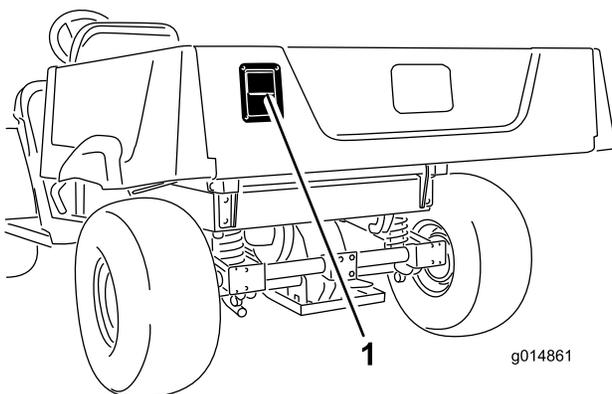

Figura 14
- Para abrir el portón, tire del enganche hacia fuera y hacia arriba, luego baje el portón lentamente (Figura 14).